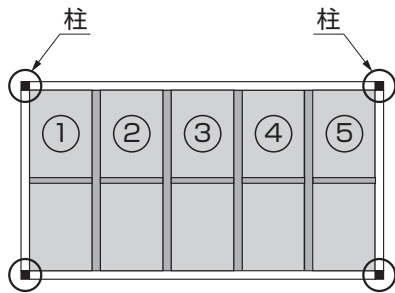
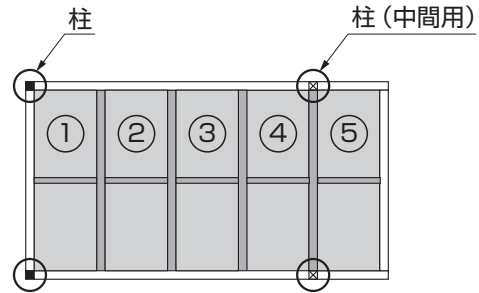

図1-10
図1-11
- ルーフ全体で屋根材を5スパン以上設置する場合は、4本の柱すべてに「柱補強部品」を使用してください。(図1-10、図1-11参照)